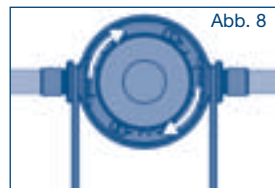

Abb. 8
- Es gibt vier Einstellmöglichkeiten für den Bypass. Die werkseitige Bypass-Einstellung ist „2“. Der Bypass/Verschnitt kann durch Drehen der Kappe am Filterkopf eingestellt werden (siehe Abb. 8). Die Kappe nach links oder rechts drehen bis die Markierung auf den gewünschten Wert zeigt und die Kappe einrastet.